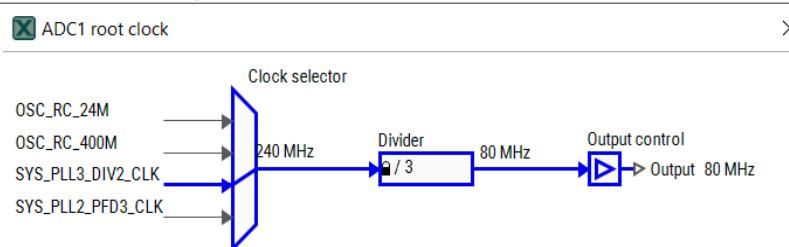

图21. 配置工具中的ADC1根时钟配置
- ADC1和ADC2的根时钟可以在Config Tool中配置，如图21所示。